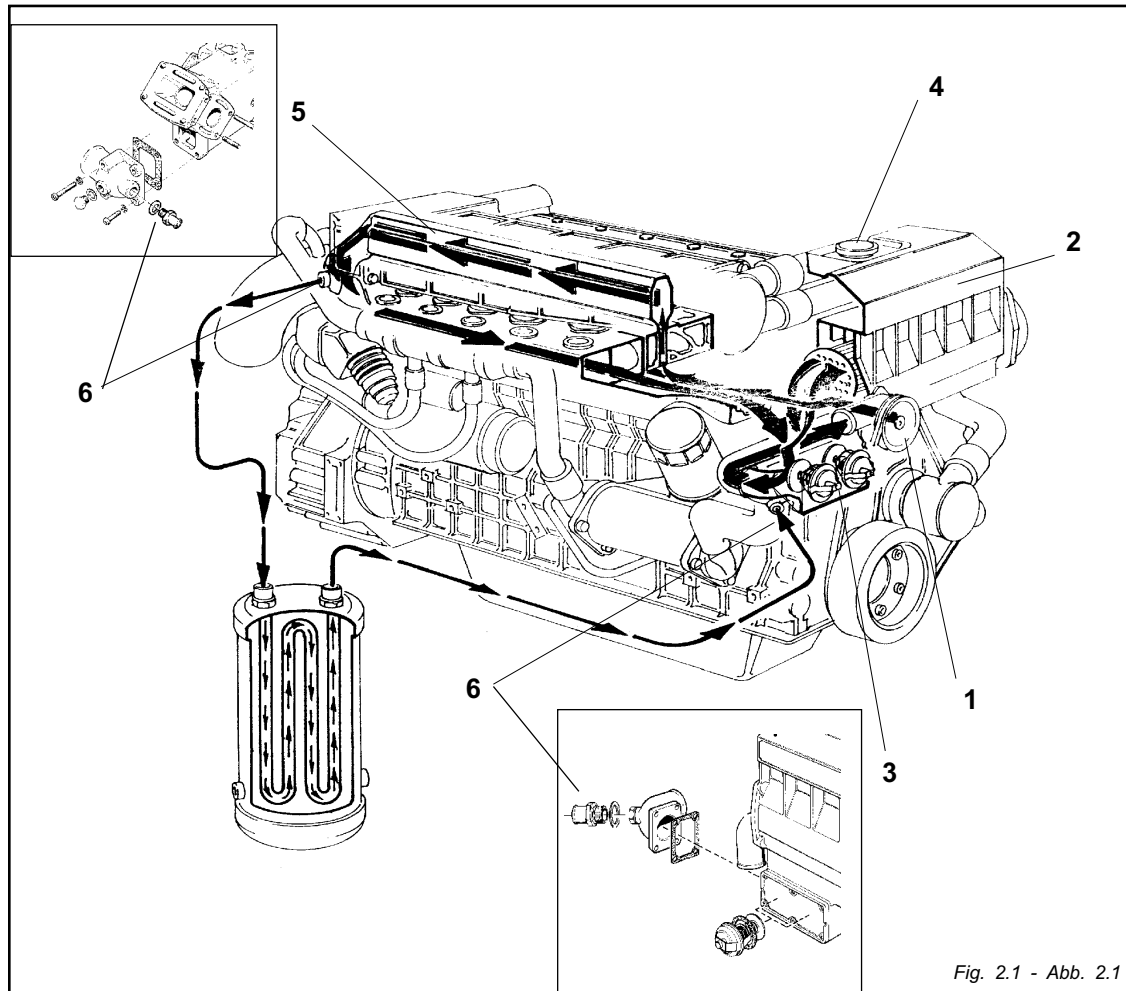

Fig. 2.1 - Abb. 2.1
2.2.1 Circuito de refrigeración "Agua dulce" (Fig. 2.1)